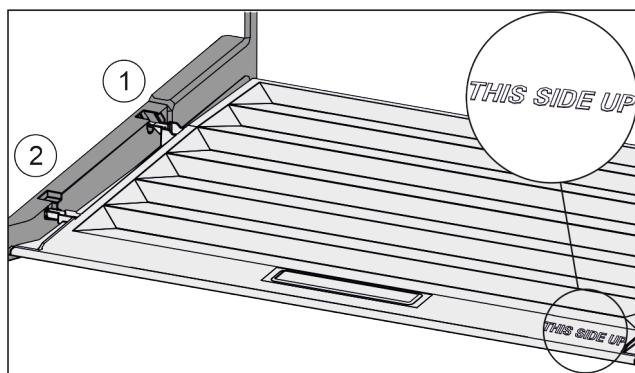

Fig. 151
- Пъхнете шийките на капака през отвора в задния държач Fig. 151 (1) и фиксирайте отпред в държача Fig. 151 (2).